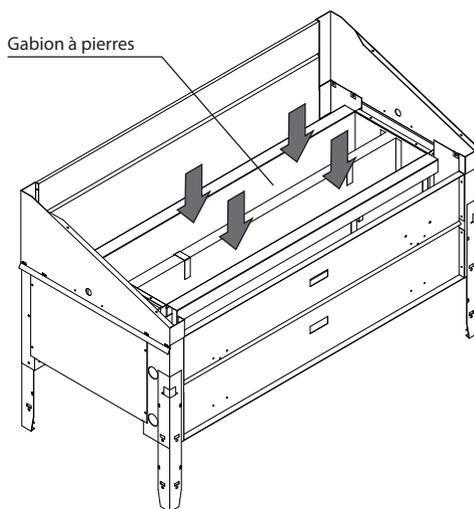

Fig. 4
- Répartir les pierres de façon homogène dans la corbeille à pierres, afin qu'il y ait suffisamment d'espace entre les pierres pour la circulation de l'air. Voir fig. 4.